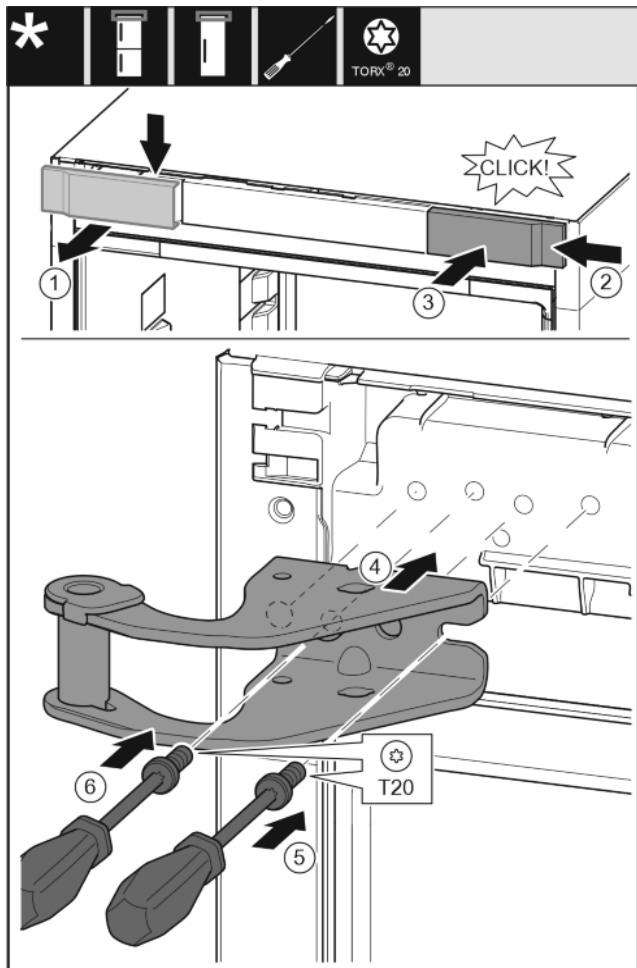

Fig. 12
- ▶ Wyjąć osłonę od góry do przodu. Fig. 12 (1)
- ▶ Osłonę obrócić o 180° i założyć z drugiej strony od prawej. Fig. 12 (2)
- ▶ Zazębić osłonę. Fig. 12 (3)
- ▶ Założyć górną płytkę zawiasu. Fig. 12 (4)
- ▶ Śrubę założyć przy pomocy śrubokręta T20 i mocno dokręcić. Fig. 12 (5)
- ▶ Śrubę założyć przy pomocy śrubokręta T20 i mocno dokręcić. Fig. 12 (6)